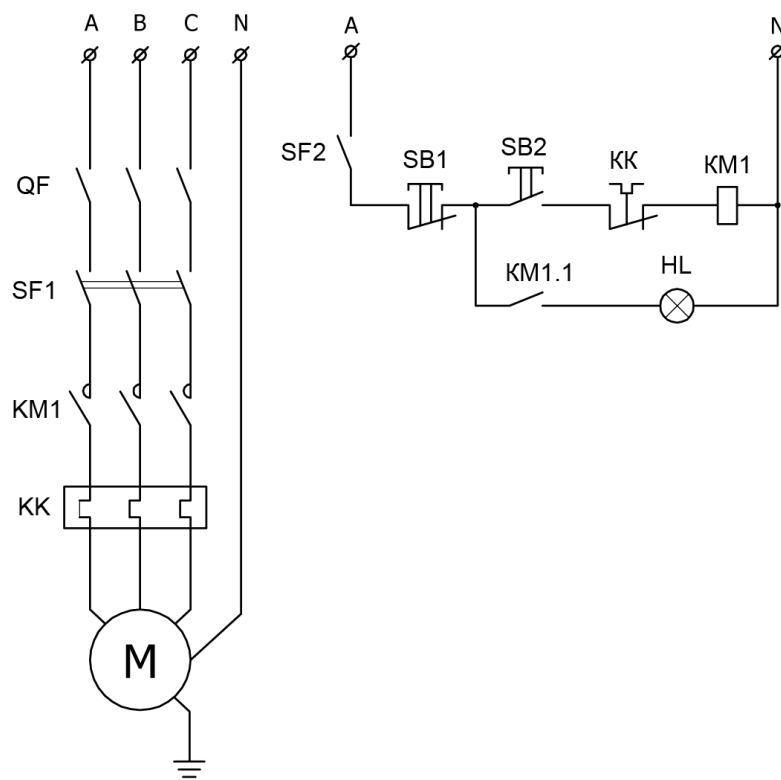

Рис.6. Схема электрическая принципиальная
8.3. Принципиальная схема подключения 3-х фазного электродвигателя скиммера представлена на рис. 6.